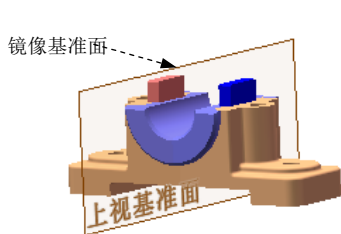

图 4.12.11 镜像滑块零件
Step5. 镜像上步添加的滑块零件，如图 4.12.11 所示。选择下拉菜单 **插入(I)** →  **镜向零部件(E)** 命令，系统弹出“镜向零部件”窗口；在设计树中选取零件右视基准面为镜像基准面；选取上一步添加的滑块零件为要镜像的零部件；单击  按钮，完成滑块的镜像。